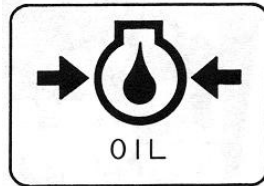

Fig. 2.5 Lámpara de presión de aceite
- Se ilumina para indicar baja presión de aceite con el motor en marcha. (Ver Fig. 2.5)